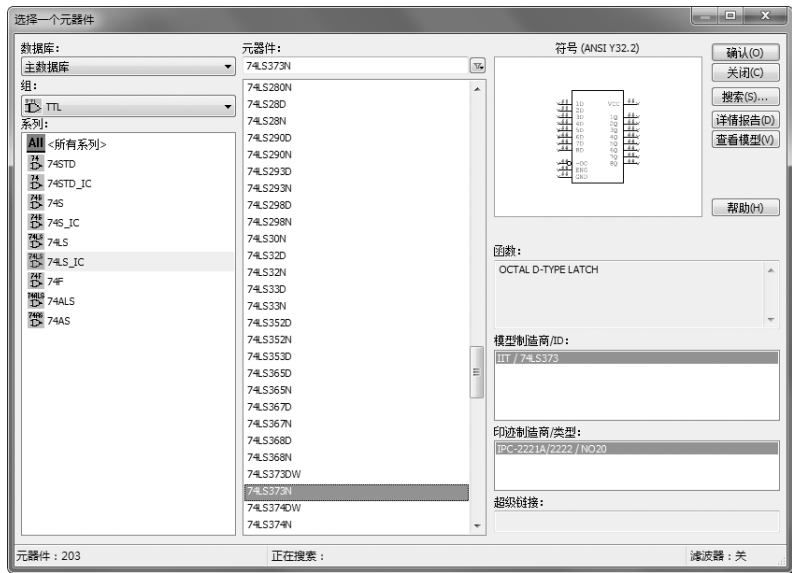

图 4-109 选择元器件“74LS373N”
1) 按〈Esc〉键，结束放置元器件状态，返回“选择一个元器件”对话框，选中元器件 74LS373N，如图 4-109 所示。